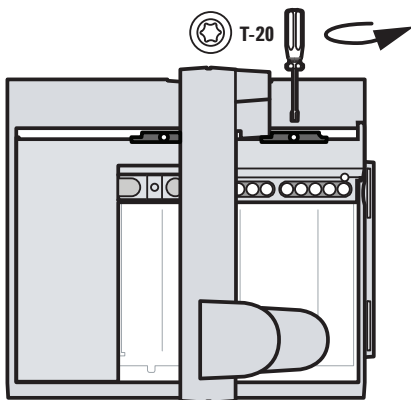

Figura 5 Extracción del tornillo T-20 de la abrazadera de transporte
- 2 Con un destornillador T-20 Torx, extraiga el tornillo T-20 de la abrazadera de transporte (Figura 5).